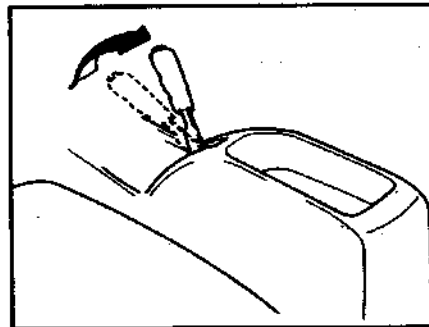

Рис. 81. Направление затягивания рычага стояночного тормоза
• Для затормаживания автомобиля стояночным тормозом нажмите педаль основного тормоза и одновременно переместите рычаг стояночного тормоза вверх до отказа (рис. 81).